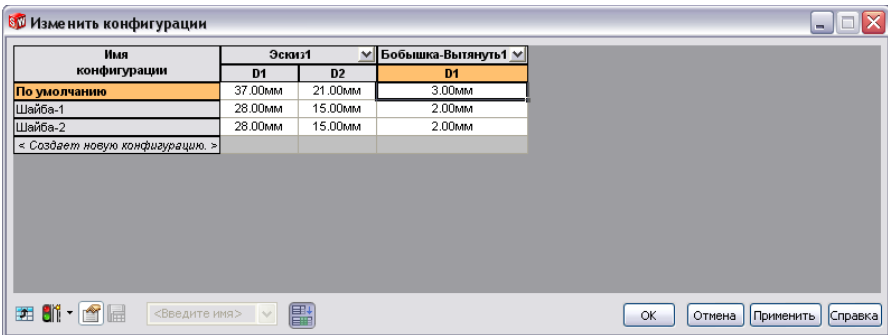

Рисунок 8.46 - Нові розміри конфігурації шайби
3. У таблиці вкажемо нові розміри, як на рис. 8.46.